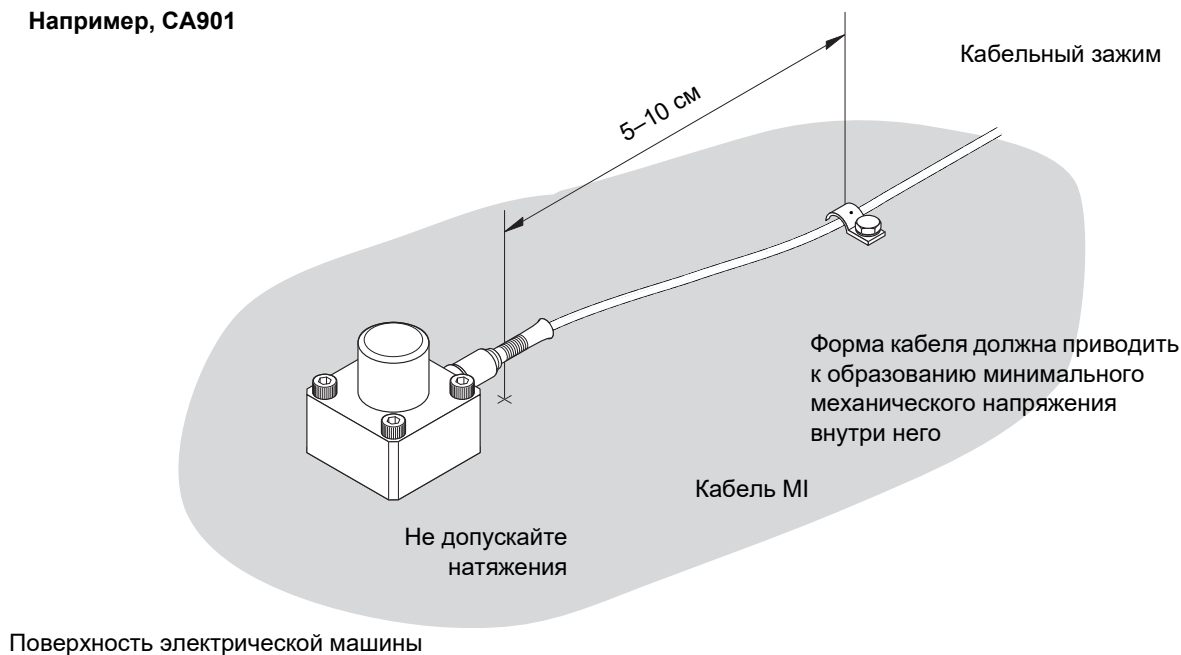

Рис. 3-5. Монтаж кабеля пьезоэлектрического акселерометра (адаптированного согласно стандарту ISO 5348) или интегрального кабеля в жесткой минеральной оболочке
- 2- Закрепите кабель зажимами на поверхности электрической машины (см. рис. 3-5), не превышая при этом минимальный радиус изгиба (см. раздел 3.3.3 Минимальный радиус изгиба).